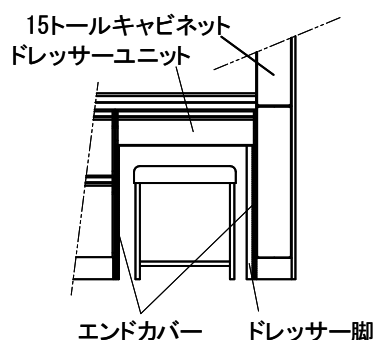

図13-9
- ②所定のネジでエンドカバーを固定し、ネジ頭隠しシールを貼付けてください。(図13-9)